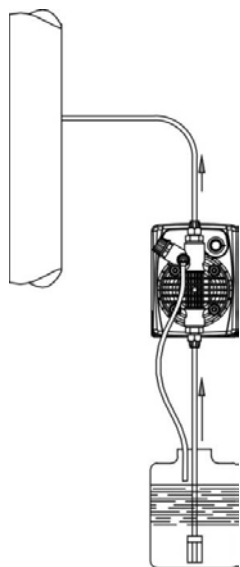
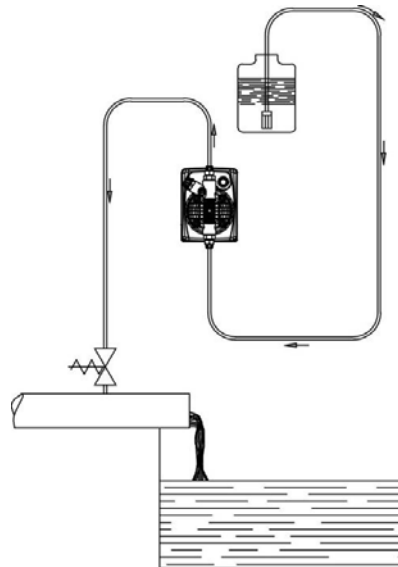

Рис. 5
Рис. 6
**c.** – Расположите насос, как показано на рис. 5, учитывая, что его можно устанавливать, как выше, так и ниже уровня дозируемой жидкости, при этом перепад уровней не должен превышать 2-х метров. Если система работает при атмосферном давлении (без обратного), а емкость с реагентами расположена выше насоса (рис. 6) необходимо часто проверять состояние клапана впрыска, т.к. его износ может вызвать попадание реагента в систему даже при выключенном насосе. Если данная проблема появляется, Вам необходимо установить обратный клапан **C** между точкой выброса и клапаном. Не устанавливайте насос над емкостью с химическими препаратами, выделяющими большое количество паров, за исключением случаев, когда емкость герметично закупорена.